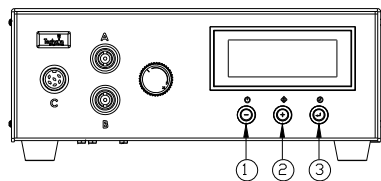

Figura 9.0
(vedere la figura 9.0)
1. Premere e tenere premuto per due secondi il pulsante di impostazione (3) per entrare nella schermata di impostazione.
3. Premere contemporaneamente il pulsante di impostazione (3) e il pulsante (+) per cambiare l'unità in "bar". Ripetere queste operazioni per tornare alla visualizzazione dei valori della pressione in "psi".
4. Premere e tenere premuto per due secondi il pulsante di impostazione (3) per uscire dalla schermata di impostazione.
5.7 IMPOSTAZIONE DELLA BASSA PRESSIONE (vedere la figura 9.0)
5.5 CONTACICLI (vedere la figura 9.0)